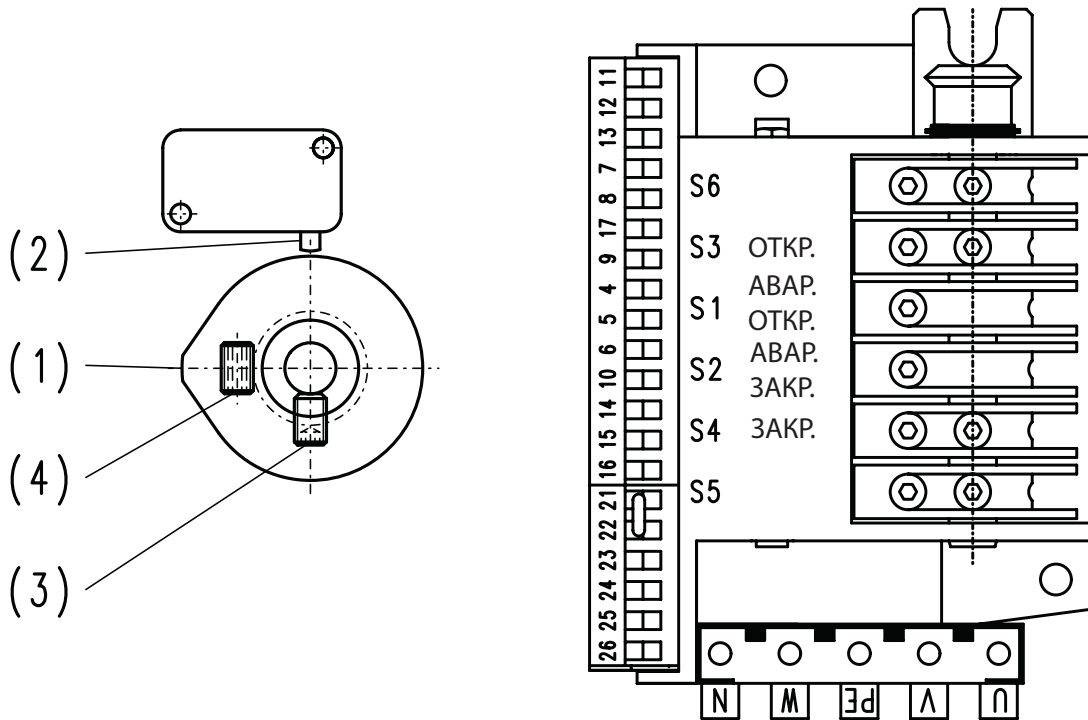

Рис.6.
1. Установить ворота в верхнее положение, зеленый кулачок S3, отвечающий за направление открытия, установить так, чтобы он нажимал на микровыключатель (2) (Рис.6). Затянуть винт предварительной регулировки (3) с помощью шестигранника из комплекта привода.
2. Опустить и снова поднять ворота, пока не сработает концевой выключатель. Добиться необходимого верхнего положения ворот с помощью винта точной настройки (4).